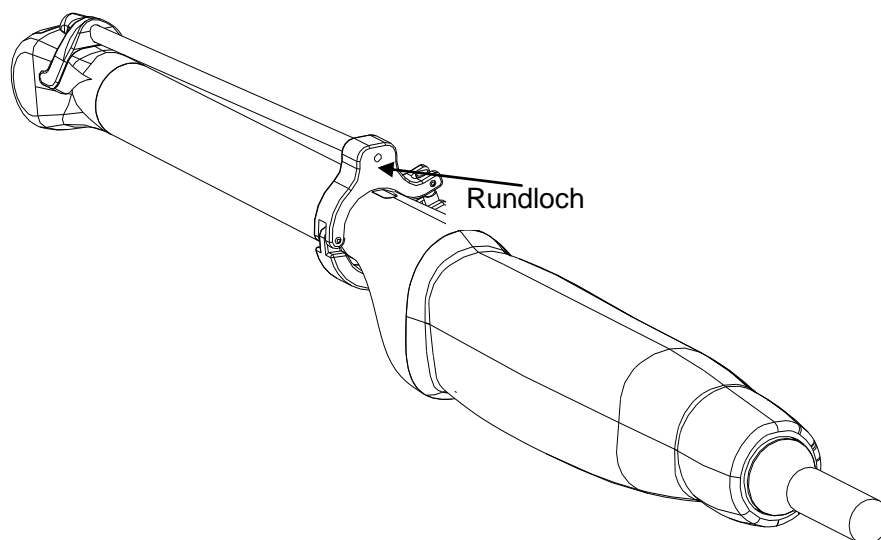

Abbildung 6-40 Einführen der Nadel in das Rundloch
Schritt 3: Führen Sie die Nadel gemäß Abbildung 6-40 in das Rundloch ein.